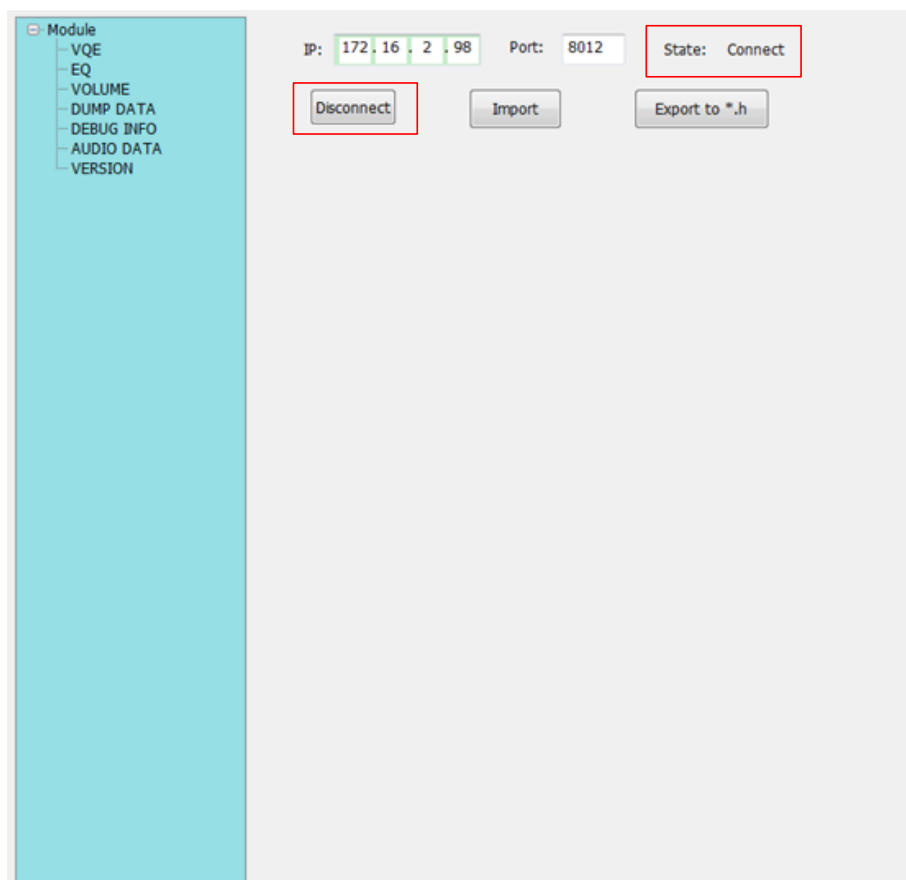

图 3-1 连接成功界面
- 4) 输入完成后点击“**Connect**”按钮。连接成功后的界面，如图 3-1 所示。
如图 3-1 所示，设备连接成功后，“Connect”按钮变为“Disconnect”，点击该按钮将会断开与板端的连接。